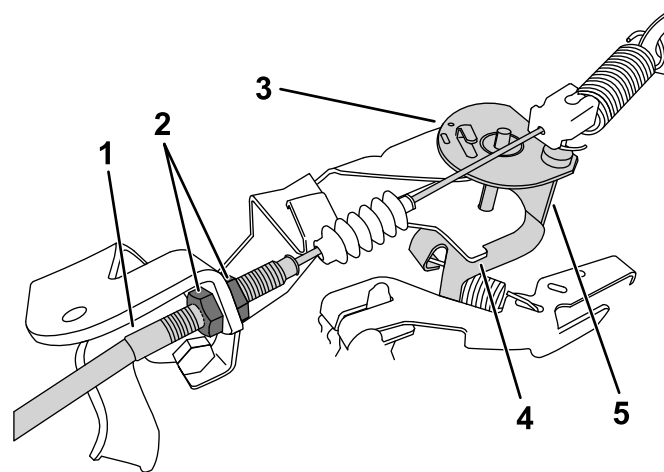

Figure 36
3. Au niveau du câble d'accélérateur, desserrez l'écrou de blocage avant et serrez l'écrou de blocage arrière pour augmenter le ralenti (Figure 36).